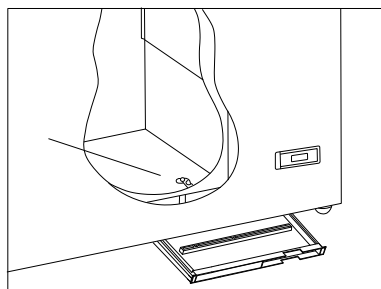

fig. 5
2. Er der tøvandsbakke og tøvandsudløb (fig.5) i fryseboksen, placeres tøvandsbakken under tøvandsudløbet.